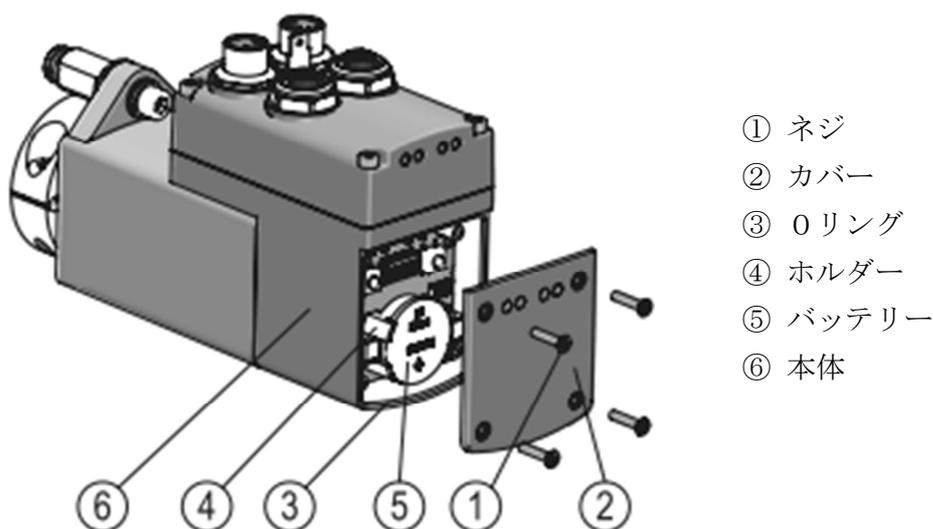

図 11 : バッテリー交換
- ▶ カバー②が本体⑥と完全に揃うまで、ネジ①を均等に締め付けます。(図 11 参照)
- ▶ Oリング③が正しく取り付けられているかを確認してください。
### 取り外し (図 11 参照)
### 取り付け (図 11 参照)